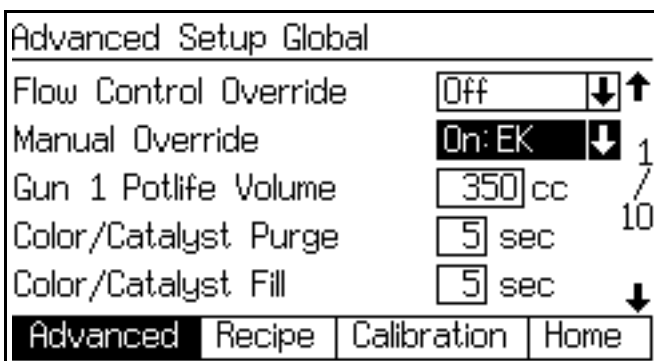

ABB. 96. Erweiterter Einrichtungsbildschirm 1
3. Rufen Sie den **Erweiterter Einrichtungsbildschirm 1** auf (siehe ABB. 96). Aktivieren Sie die manuelle Übersteuerung.